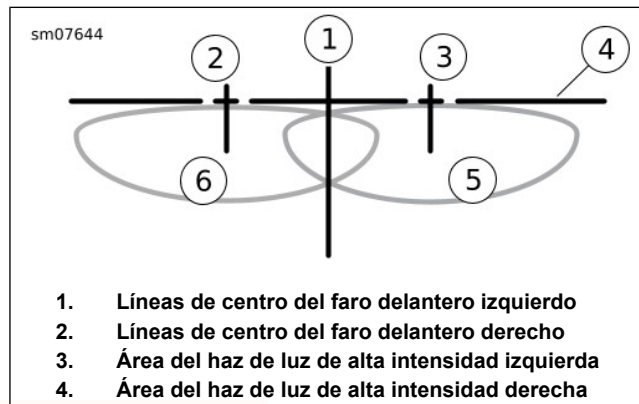

Figura 83. Alineación del faro delantero: HDI
7. Con la motocicleta cargada, apunte la rueda delantera directamente hacia adelante a la pared. Mida la distancia (4) desde el piso hacia el centro de la bombilla de la luz baja.
8. Dibuje una línea horizontal (5) hacia la línea de centro medida de la bombilla.
10. Vea Figura 83. Marque las líneas centrales del faro delantero (1, 2) en la pared para intersectar la línea horizontal.
4. Encienda los faros delanteros en luz baja. Cubra el faro delantero derecho. Ajuste el faro delantero izquierdo de manera que la parte superior de la zona de alta intensidad (3) esté por debajo y centrada debajo de las líneas centrales izquierdas, como se muestra en Figura 83.
5. Cubra el faro delantero izquierdo. Ajuste el faro delantero derecho de manera que la parte superior de la zona de alta intensidad (4) esté por debajo y centrada debajo de las líneas centrales de la luz para niebla/auxiliar, como se muestra en Figura 83.